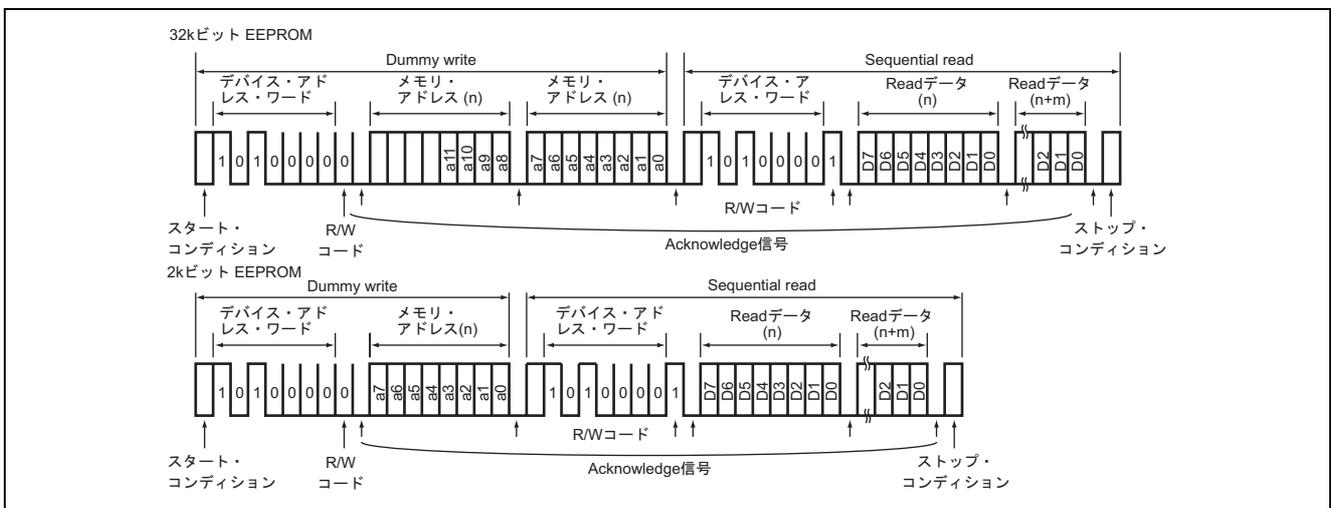

図 10 Sequential Read 動作
- (h) 本タスク例では、データを連続して Read する Sequential Read モードを使用して Read 動作を行います。ダミーの Write モードで Read するデータの先頭アドレスを入力します。8 ビットのデータを出力した後、Acknowledge 信号の"0"を入力すると、アドレスがインクリメントされ、次の 8 ビットのデータが出力されます。データ出力後に Acknowledge 信号の"0"の入力を続けるとアドレスをインクリメントしながら次々とデータを出力します。アドレスが最終アドレスになった場合は、0 番地に"Roll Over"します。"Roll Over"後も Sequential Read が可能です。動作を終了するには、Acknowledge 信号の"1" (Acknowledge 信号の入力をせずに、バスを解放しても可) ストップ・コンディションの順で入力します。図 10 に Sequential Read 動作について示します。